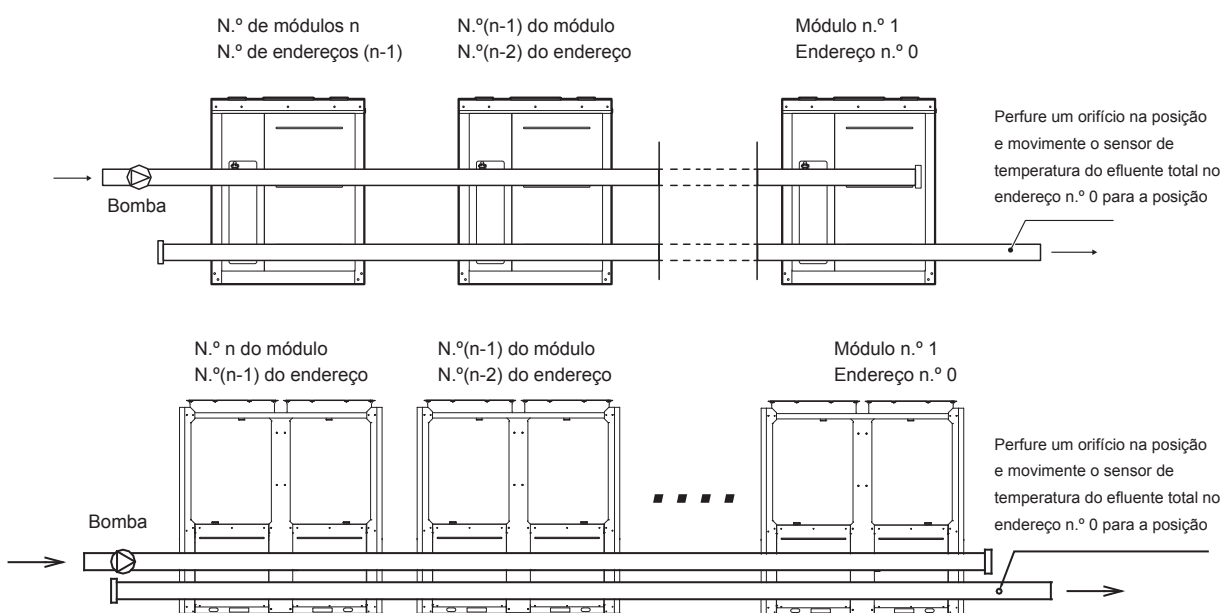

Fig.8-28 Instalação multimodular (não mais de 16 módulos)
c) O tubo de entrada do evaporador deve ser fornecido com um controlador do caudal alvo, de modo a proporcionar a proteção de quebra de caudal à unidade. Ambas as extremidades do controlador do caudal alvo devem ser fornecidas com secções do tubo retas horizontais, cujo diâmetro seja 5 vezes o diâmetro do tubo de entrada. O controlador do caudal alvo deve ser instalado seguindo rigorosamente a secção "Guia de instalação e regulação do controlador de caudal alvo" (Fig. 8-28, 8-29). Os cabos do controlador do caudal alvo devem ser conduzidos para o armário elétrico através do cabo blindado (consulte o Diagrama esquemático do controlo elétrico para obter detalhes). A pressão de funcionamento do controlador do caudal alvo é de 1,0 MPa e a respetiva interface tem um diâmetro de 1 polegada. Depois de instaladas todas as condutas, o controlador do caudal alvo deverá ser corretamente regulado, de acordo com o caudal de água nominal da unidade.